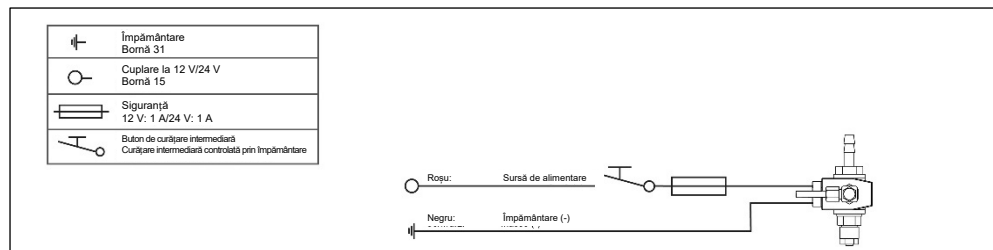
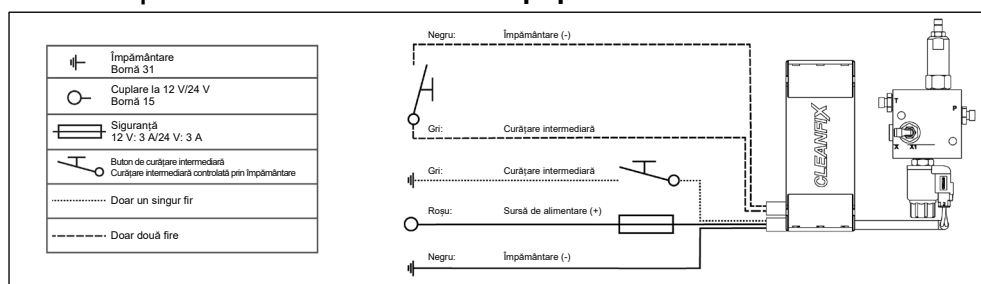

Fig. 62
Fig. 69
Dacă este disponibilă o sursă de alimentare cu siguranță, cuplată (bornă 15) cu suficientă tensiune (consultați Fig. 62 - Fig. 69), aceasta poate fi utilizată.
- 40) Conectați componenta electronică la sursa de alimentare a utilajului (consultați Fig. 62 - Fig. 69).